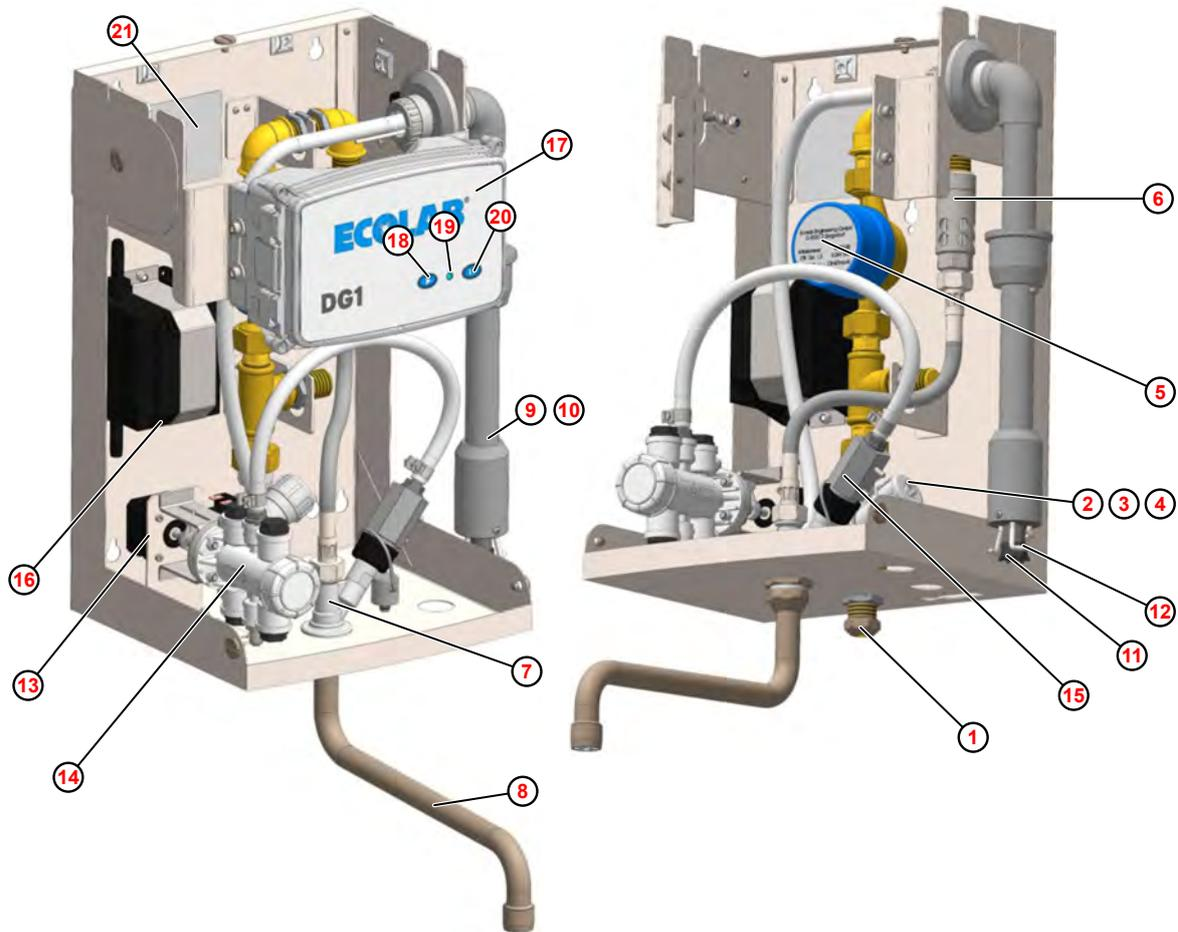

Abb. 2: Komponentenbeschreibung
Zur Begrenzung der max. durchfließenden Wassermenge ist eingangsseitig im Magnetventil (Abb. 2 , ④) ein Mengenregler verbaut.
Der vor der Eindosierstelle eingebaute Strömungswächter (siehe Abb. 2 , ⑮) überwacht den Desinfektionsmittelfluss.